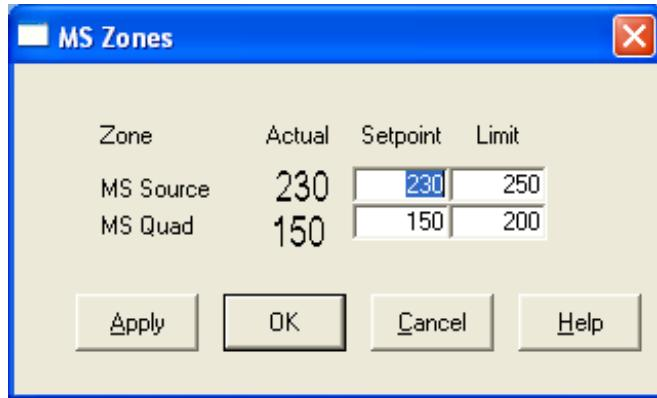

Abb. 15 Einstellen von Temperaturen
- 2 Wählen Sie **Temperatures** im Menü **MoreParams** aus (Abb. 15).